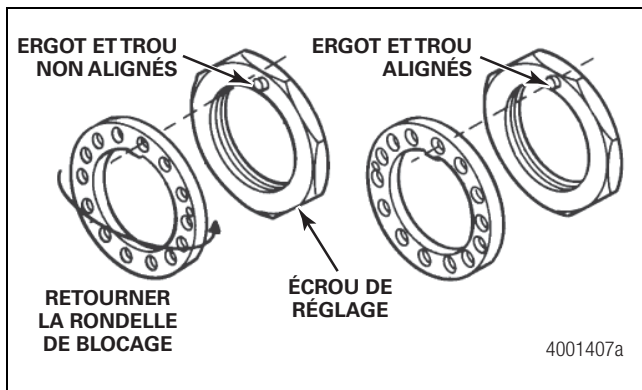

Figure 5.16
7. Poser la rondelle de blocage. Si le trou dans la rondelle n'est pas aligné avec l'ergot de l'écrou de réglage de roulement intérieur, retirer la rondelle, la retourner puis la remettre en place. L'ergot et le trou devraient maintenant s'aligner. Sinon, tourner légèrement l'écrou de réglage intérieur. Choisir le côté de la rondelle de blocage qui demande le minimum de réglage de l'écrou. Figure 5.16.